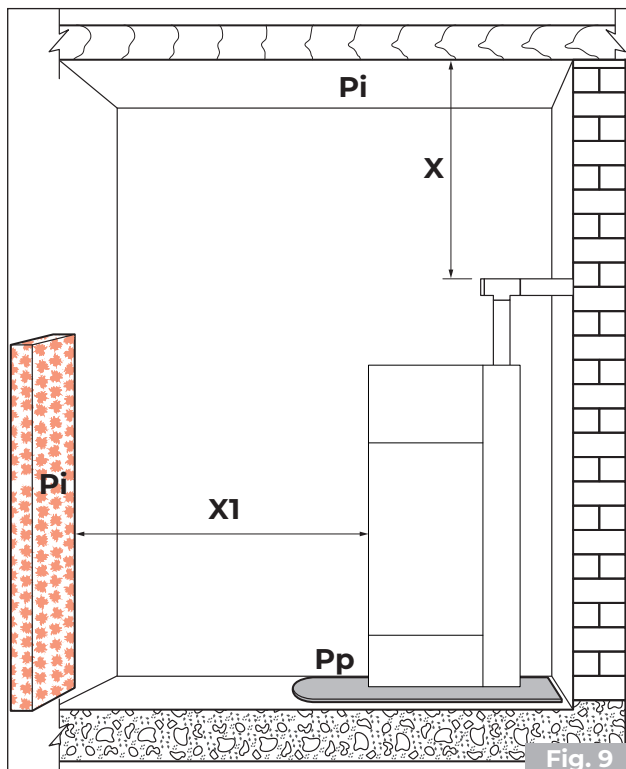
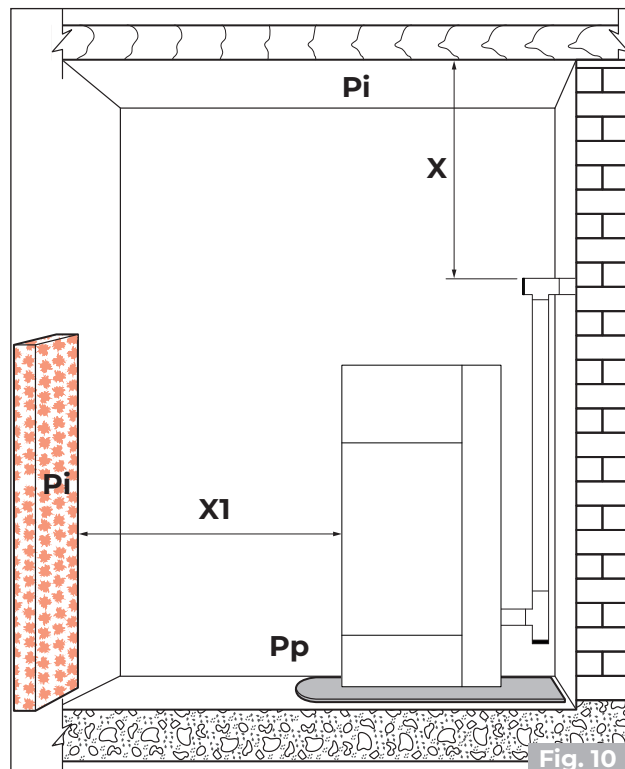

Fig. 9
Fig. 10
Se recuerda respetar la distancia mínima de los materiales inflamables (X), descrita en la placa de identificación de los tubos para realizar la chimenea (**"Fig. 9"** **"Fig. 10"**).